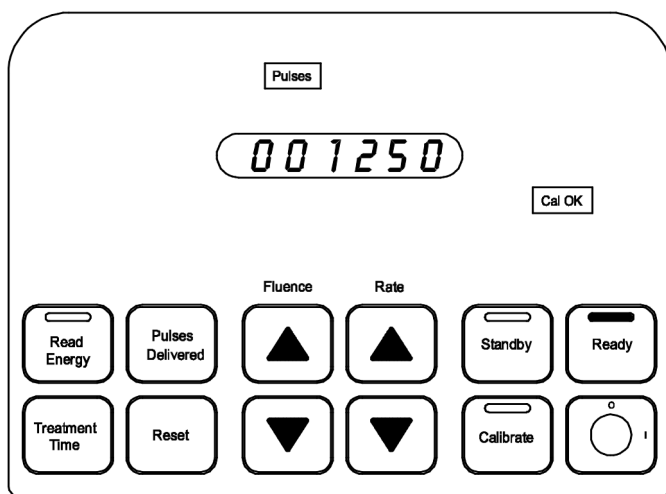

**Figura 10**
5. La pressione dell'interruttore a pedale causa l'accensione della spia rossa **Radiazione laser in corso** e della spia di stato rossa nella parte superiore del pannello di controllo. (Figura 10)